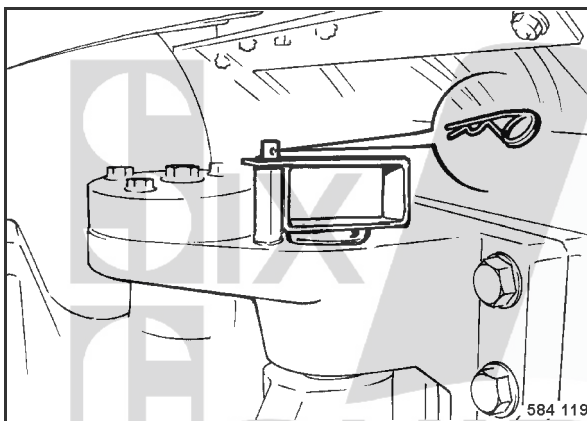

Fig. 114
- Enclencher la sécurité d'articulation puis l'assurer avec l'agrafe (Fig. 114).